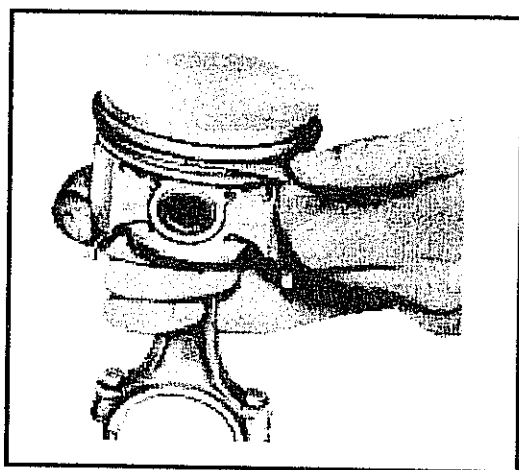

Abb. 2-24 Messen des Spiels des Pleuellagers in der Ringnut.
- Spiel zwischen Pleuellager und Ringnut im eingebauten Zustand messen. Ist das Maß nicht ausreichend, so kann erhöhter Verschleiß im Betrieb auftreten. Siehe Abb. 2-24.